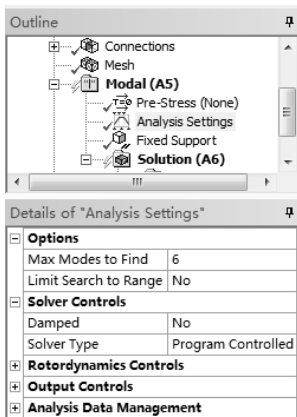

图 6-78 设置模态求解参数
1) 在【Outline (分析树)】中选择【Modal (A5)】节点下的【Analysis Settings】, 将【Detail of “Analysis Settings”】中的【Max Models to Find】设置为 6, 求解前 6 阶模态, 如图 6-78 所示。